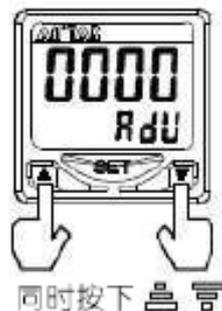

图 6-8：归零
7. 气压量测值归零：在量测模式下同时按上、下箭头键显示右图即可归零动作，放开按键归零完成。如图 6-8 所示。